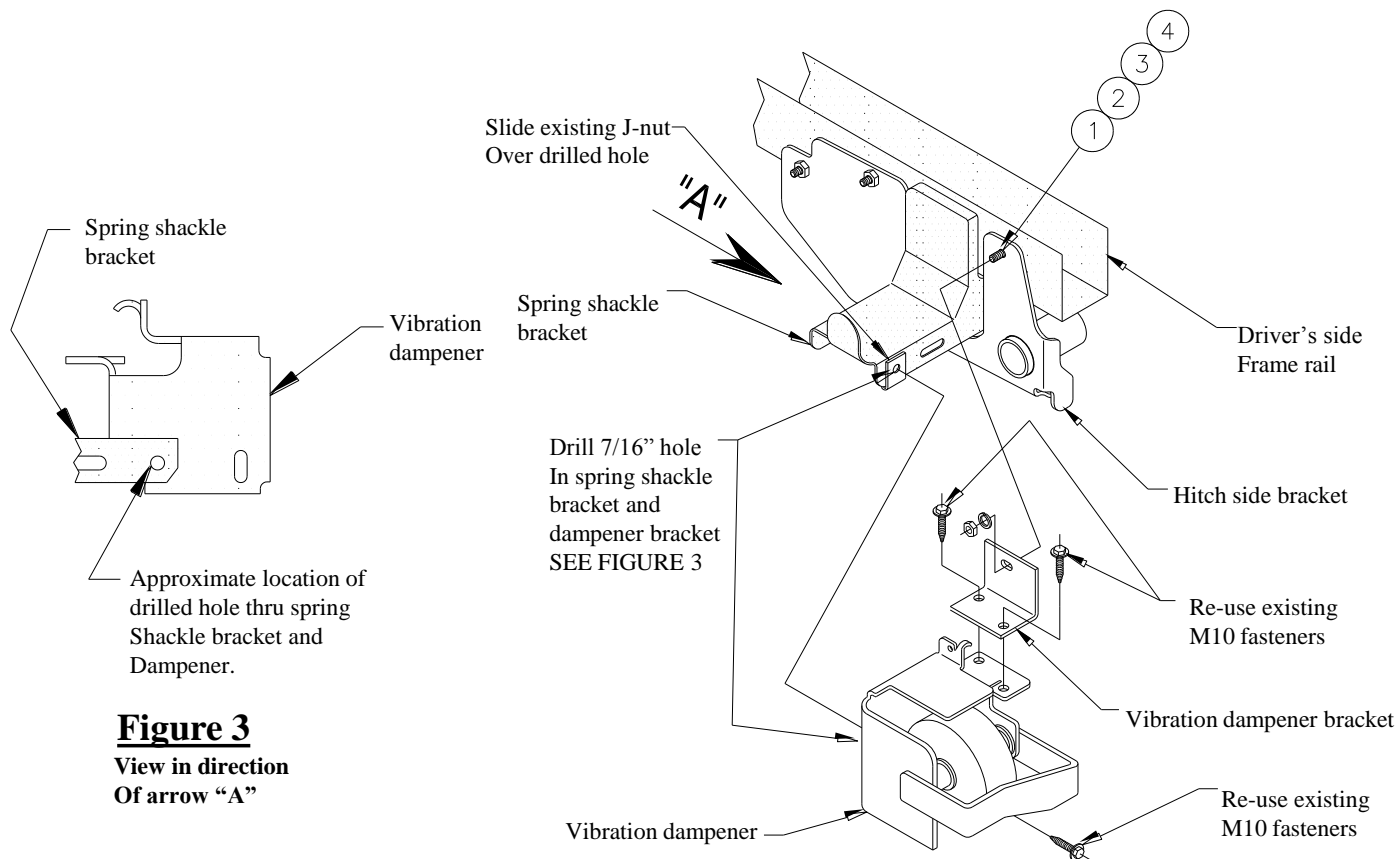
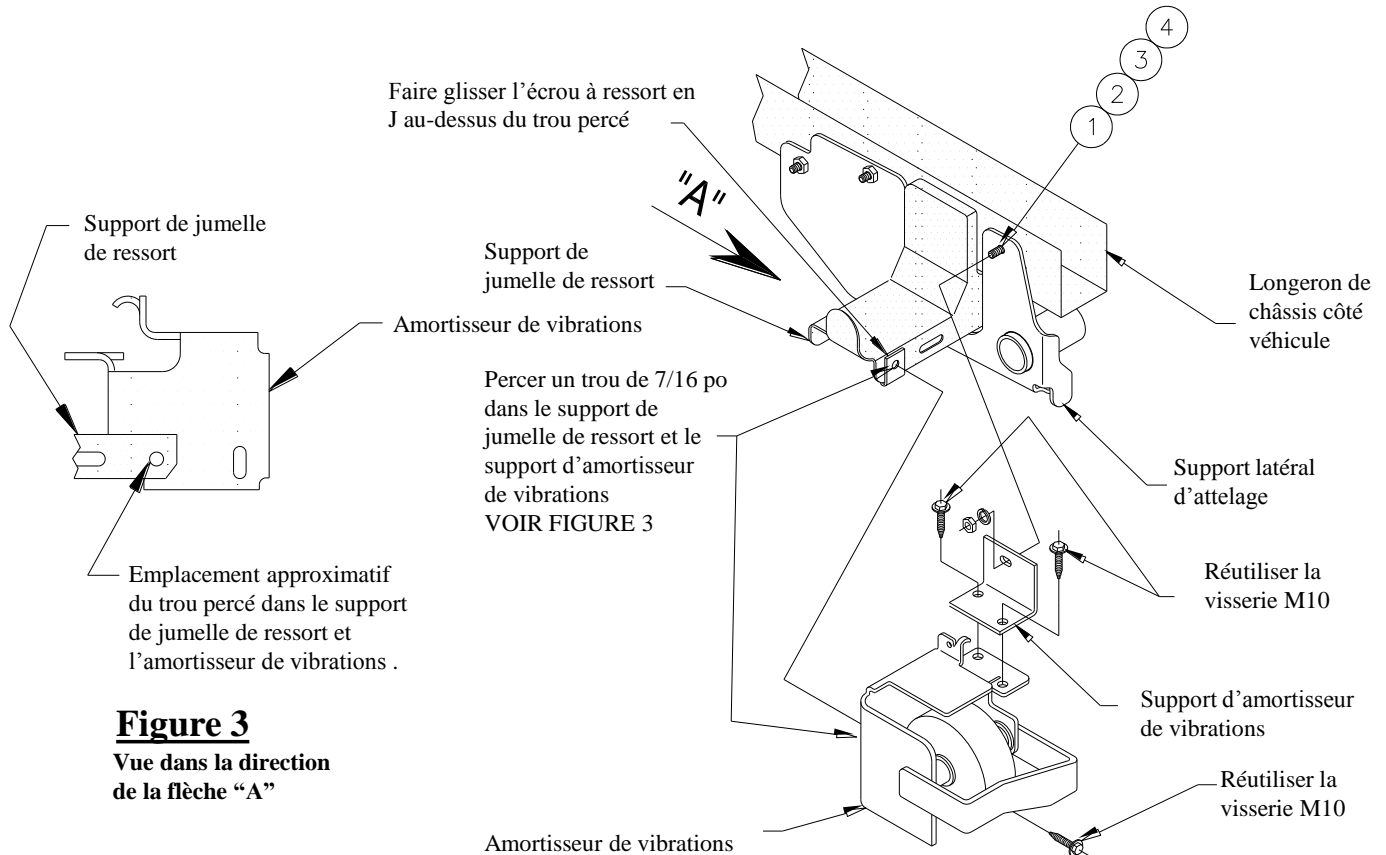

Figure 3
Figure 2
4. Drill 7/16" hole thru spring shackle bracket and adjoining face of dampener bracket as shown in Figure 3. Install existing M10 fastener as shown in figure 2.
REMARQUE : Si le véhicule en est muni, consulter la figure 2 pour installer l'amortisseur de vibrations avant de serrer la visserie.
2. Fixer le support d'amortisseur sur l'amortisseur à l'aide des deux (2) ensembles de visserie M10, comme indiqué à la figure 2.
3. Soulever l'amortisseur avec son support et fixer, à l'aide de la visserie 1/2 po, au point d'attache situé le plus à l'arrière du côté conducteur, comme indiqué à la figure 2.
4. Percer un trou de 7/16 po dans le support de jumelle de ressort et la face connexe du support d'amortisseur, comme indiqué à la figure 3. Installer la visserie M10 existante, comme indiqué à la figure 2.